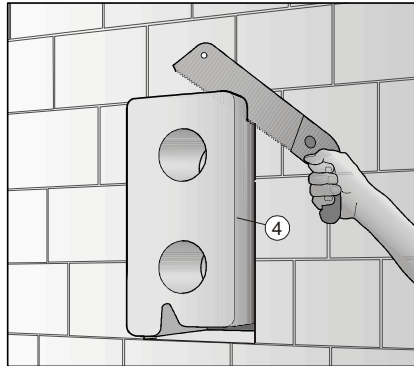

Abb. 7
Atenție, capacul roșu (8) se aplică pe capacul de protecție a tencuielii (7). Plasa de tencuială (13) se aplică peste casetă și zidărie. Acest lucru este necesar pentru a evita formarea fisurilor pe zidărie. (fig. 7)
În cazul în care zidul are o grosime mai mica de 365 mm trebuie tăiata partea care iese în exterior (4) (sau dacă este cazul și extensia (15)). Fig 7 și 7a.